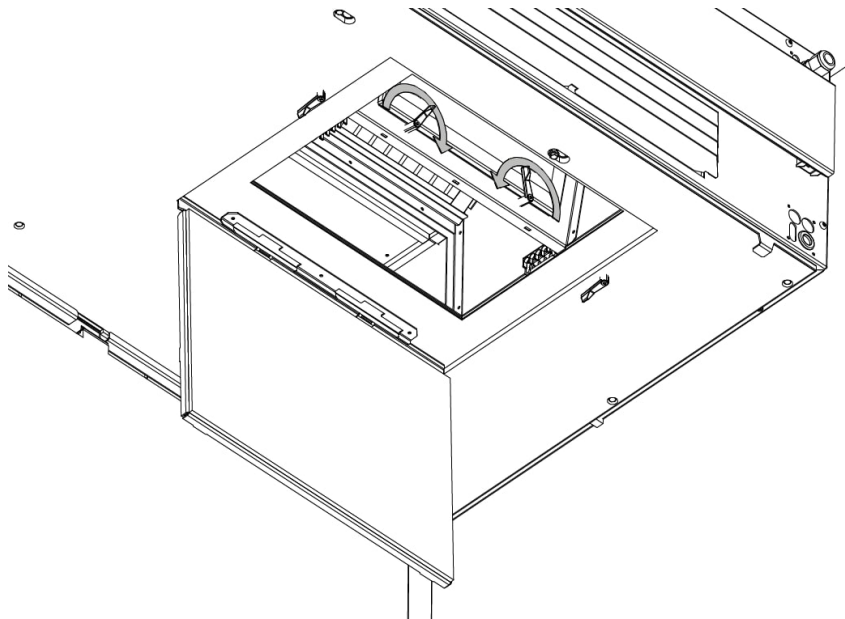

Figur 8: Öppna bottenplåten
1. Öppna bottenplåten på aggregatets högra sida. Använd bottenplåtens nyckel som ingår i leveransen. Se Figur 8 nedan.